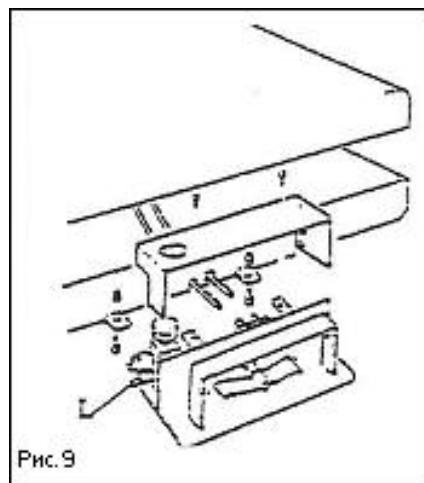

Рис.9
- Снимите крышку блока управления и закрепите его винтами. (Рис.9).
- Подсоедините штуцер шланга подачи сжатого воздуха (L) к компрессору, используя шланг подачи сжатого воздуха с внутренним диаметром 8 мм.